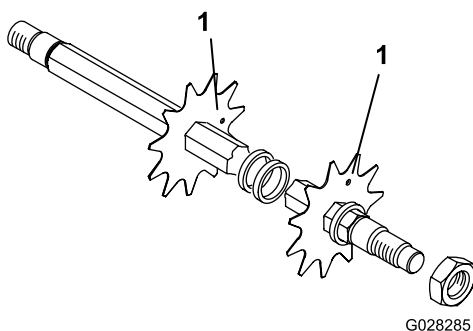

Рисунок 6
3. Устанавливайте каждый последующий нож против часовой стрелки таким образом, чтобы соответствующее установочное отверстие не было совмещено с первым отверстием ножа и отступало от него на одну шестигранную плоскость вала (Рисунок 6). Продолжайте устанавливать разделители и ножи таким образом до тех пор, пока не установите весь набор ножей.